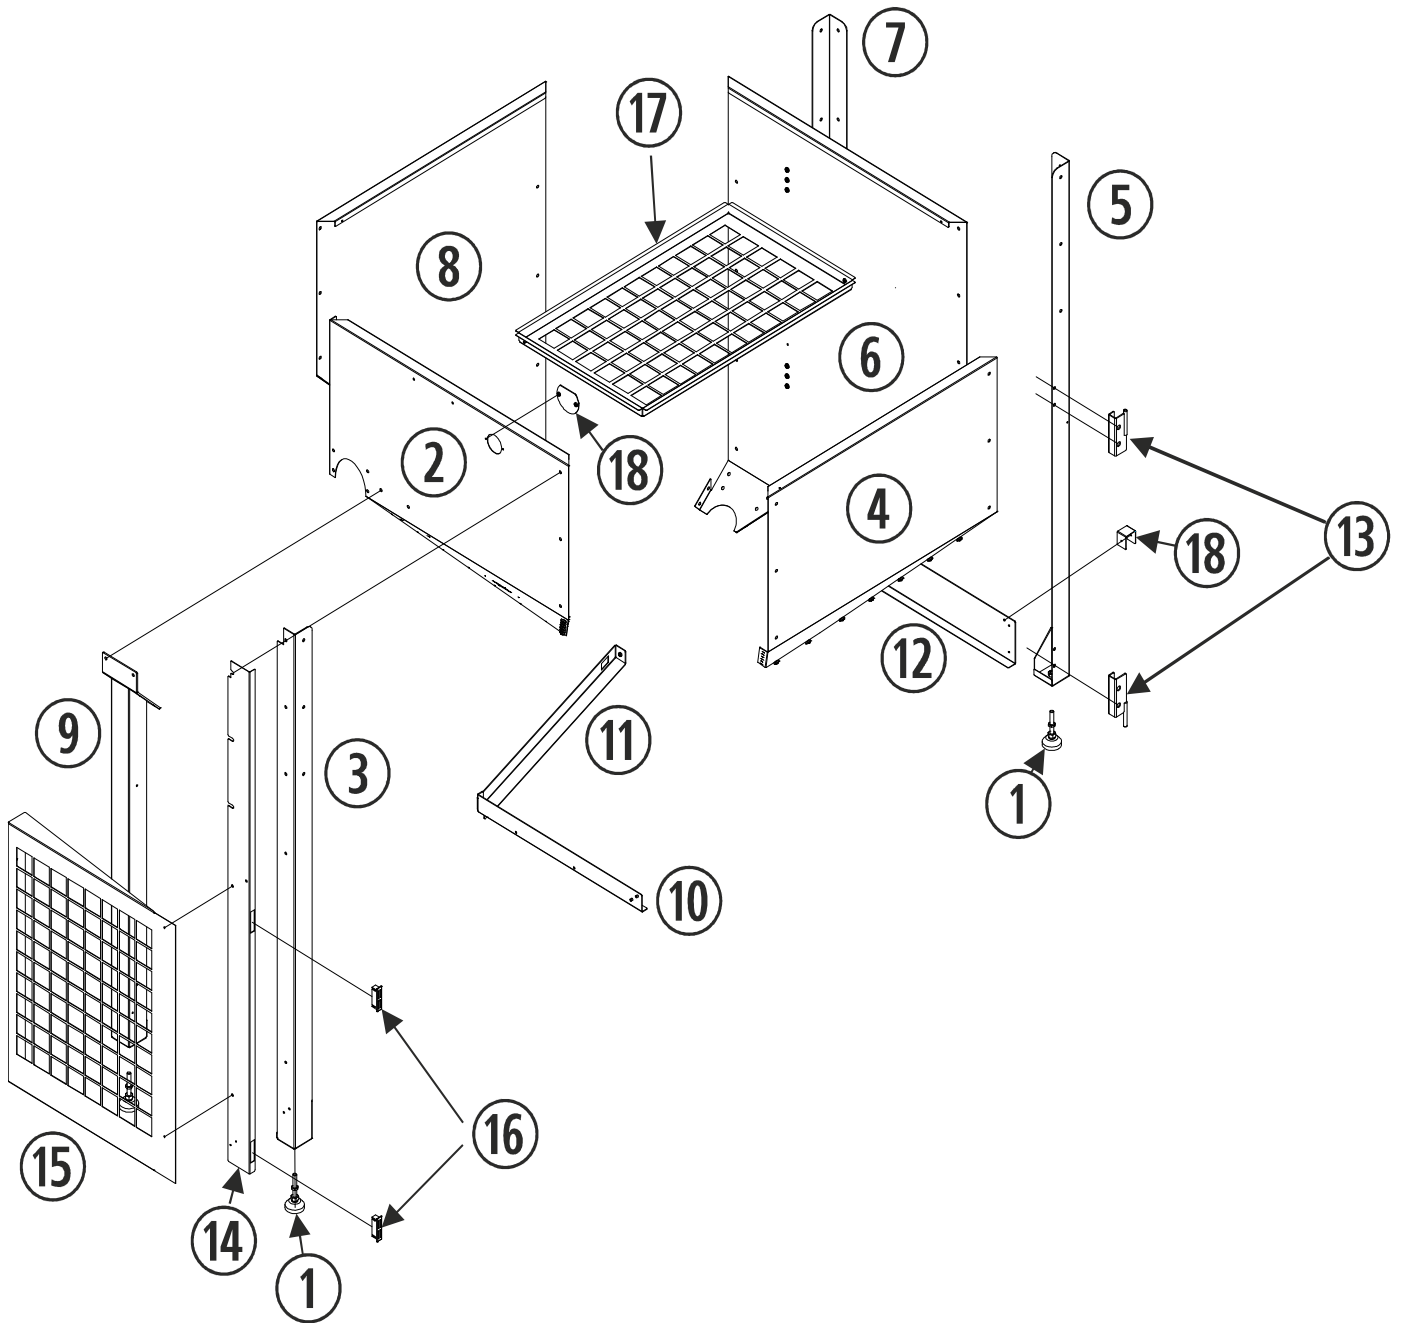
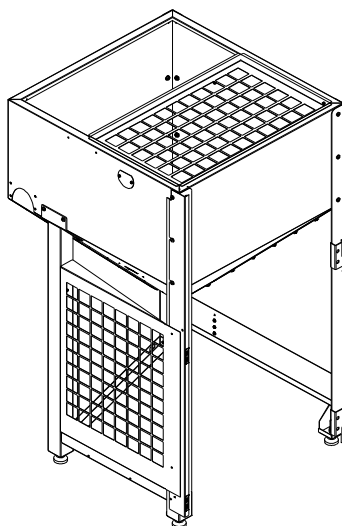

Figura 3
Figura 4
- 4.4.** Seguir el orden de montaje que se marca en la *figura 3*. Los números, indican el orden cronológico a seguir durante el montaje. A continuación se dispone de una tabla con una breve explicación sobre los pasos a realizar. En la *figura 4* se muestra la estructura de la tolva tras el montaje. Para identificar las diferentes piezas, véase el despiece final.